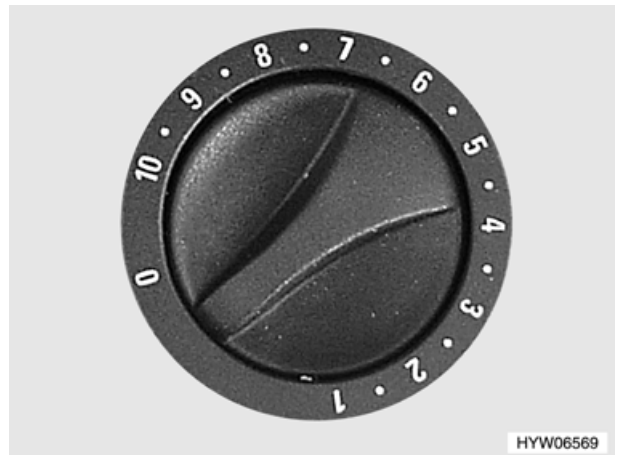

Fig. 72 Pomello girevole del riscaldamento
- Impostare il pomello girevole (Fig. 72) del riscaldamento sul valore desiderato e premere in basso fino all'arresto.
- Impostare il pomello girevole (Fig. 72) sul riscaldamento sulla posizione "0". Così il dispositivo di accensione viene contemporaneamente disinserito.